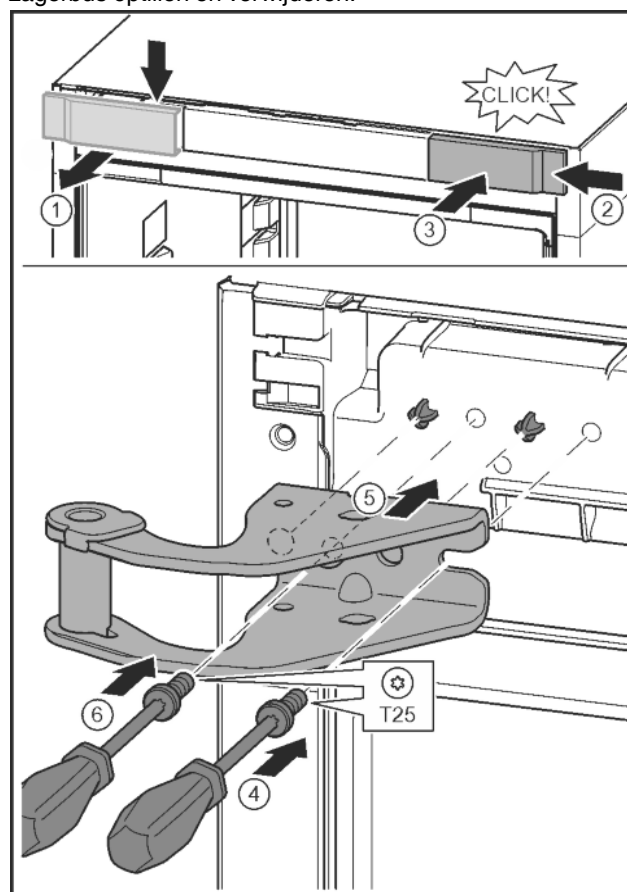

Fig. 13
- Afdekking losmaken en zijdelings verwijderen. *Fig. 13 (1)*
- Afdekking 180° gedraaid op de andere kant van rechts aanbrengen. *Fig. 13 (2)*
- Afdekking vastklikken. *Fig. 13 (3)*
- Schroef met schroevendraaier T25 aandraaien. *Fig. 13 (4)*
- Bovenste lagerbus plaatsen. *Fig. 13 (5)*
- Schroef vastdraaien. *Fig. 13 (4)*
- Schroef met schroevendraaier T25 aanbrengen en vastdraaien. *Fig. 13 (6)*